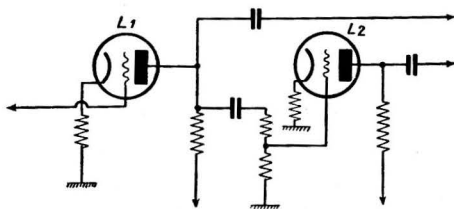

FIG. 1. — Dispositif de déphasage utilisé en Amérique.
Citons en premier lieu l'emploi d'une lampe déphaseuse spéciale, cher aux Américains (fig. 1). Cette lampe doit être réglée de manière à retrouver sur sa plaque des variations de tension égales à celles apparaissant sur la plaque de la lampe  $L_1$ . Malheureusement le déphasage obtenu n'est jamais rigoureusement de  $180^\circ$  et il varie d'ailleurs avec la fréquence à cause de la présence des condensateurs dans les différents éléments de liaison.
FIG. 1. — Dans une triode de puissance on choisit le point de fonctionnement de telle façon que le courant au repos soit égal au quart du courant pour la polarisation nulle (I). La droite AB détermine la pente dynamique de la lampe et l'axe  $xy$  limite la partie rectiligne de la courbe.